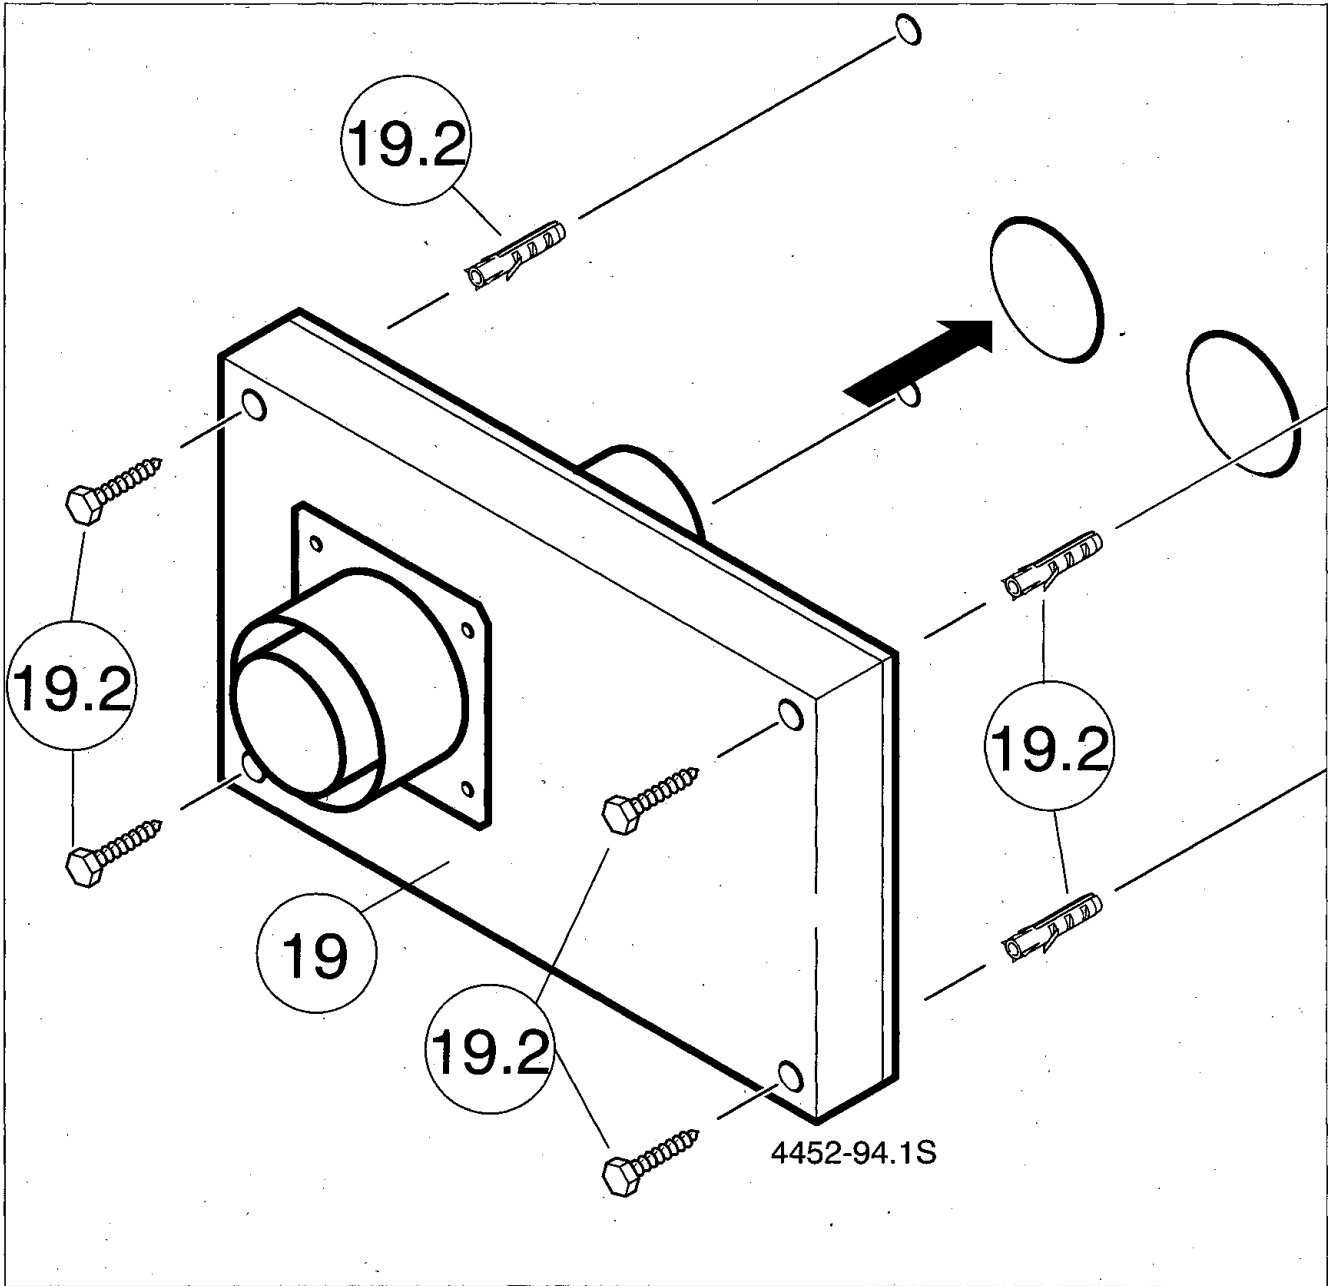

Bild 12
- Montieren Sie nun den Anschlußkasten (19) und befestigen Sie ihn mit den Schrauben (19.2) nach Bild 12.